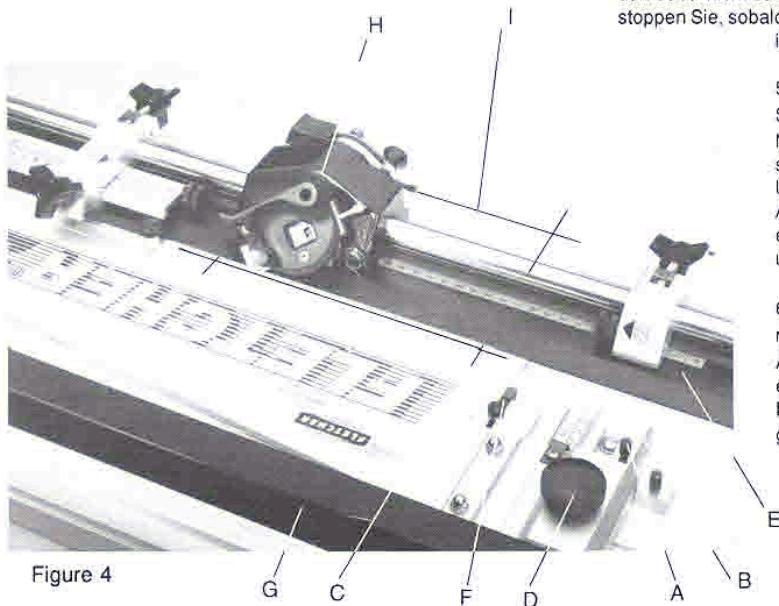

Figure 4
1. Use the **LOCATOR PIN (A)** and **MAT GAGE** whenever possible. It will assure precise mat borders and is more accurate than reading a scale.
2. As an example, we will cut a single 8" x 10" (200mm x 250mm) mat with 2" (50mm) borders. Place the **LOCATOR PIN** in the 2" (50mm) hole in the **MAT GUIDE SLIDE (B)**. Slide the **MAT GUIDE (C)** to the right until it rests against the **LOCATOR PIN**. Tighten the **LOWER LOCKING KNOB (D)** first, then the **UPPER LOCKING KNOB** on the **LOCKING STRAP**. Always tighten them in this sequence. The **LOWER LOCKING KNOB** squares the **MAT GUIDE** as it is tightened. If you tighten the **UPPER LOCKING KNOB** first, the **MAT GUIDE** will not be squarely located.
3. Place a pre-sized mat upside down under the **CLAMP (E)** and slide it to the left against the **MAT GUIDE**, and down to rest against the **MAT STOP (F)**. Draw a pencil line along the left edge of the **CLAMP** starting and stopping about 1" (25mm) from the edges. Rotate the mat 90 degrees and draw the line again. Repeat until all four sides are penciled (**I**).
4. Exert downward pressure on the **CLAMP HANDLE (G)** and slide the **HEAD (H)** in position so the blade will enter the mat about 1/8" (3mm) beyond the upper horizontal pencil line. Rotate the bevel blade into the mat while holding the **CUTTING HEAD** still. Pull the cutting head toward you and stop when the blade has passed the lower pencil line about 1/8" (3mm). Rotate the blade out of the mat.
5. Repeat this cut three times, rotating the mat 90 degrees each time. Remove the mat, turn it over and inspect the corners. A very slight overcut is required to completely separate the "fall out". Undercutting is undesirable. Change your starting and stopping positions if necessary. See Figure 4.
1. Utilisez la **TIGE DE PLACEMENT (A)** et la **JAUGE D'ENCADREMENT** lorsque c'est possible. Cette technique est plus précise que de lire une règle et vous donnera des rebords d'encadrement plus précis.
2. Pour illustrer, nous allons couper un encadrement simple de 8 pouces (200 mm) par 10 pouces (250mm) avec des rebords de 2 pouces (50 mm). Placez la **TIGE DE PLACEMENT** dans le trou de 2 pouces (50 mm) qui se trouve dans le **GLISSOIR DU GUIDE D'ENCADREMENT (B)**. Faites glisser le **GUIDE D'ENCADREMENT (C)** vers la droite jusqu'à ce qu'il repose contre la **TIGE DE PLACEMENT**. Serrez tout d'abord le **BOUTON INFÉRIEUR DE VERROUILLAGE (D)** et ensuite le **BOUTON SUPÉRIEUR DE VERROUILLAGE** sur la **COURROIE DE VERROUILLAGE**. Verrouillez-les toujours dans cet ordre. Le serrage du **BOUTON INFÉRIEUR DE VERROUILLAGE** place le **GUIDE D'ENCADREMENT** à angle droit. Si vous commencez par serrer le **BOUTON SUPÉRIEUR DE VERROUILLAGE**, le **GUIDE D'ENCADREMENT** ne sera pas placé à angle droit.
3. Posez un encadrement prémesuré à l'envers sous la **BRIDE DE FIXATION (E)** et glissez-le vers la gauche contre le **GUIDE D'ENCADREMENT** et vers le bas pour qu'il repose contre le **TAQUET D'ENCADREMENT (F)**. Tirez un trait au crayon le long du côté gauche de la **BRIDE DE FIXATION**. Ce trait commencera et s'arrêtera à 1 pouce (25mm) des rebords. Faites tourner l'encadrement de 90 degrés et tirez de nouveau un trait. Répétez l'opération sur les deux autres côtés. (I)
4. Appuyez vers le bas sur la **POIGNEE DE LA BRIDE DE FIXATION (G)** et glissez la **TÊTE (H)** de manière à ce que la lame pénètre dans l'encadrement environ 1/8 de pouce (3 mm) au delà du trait horizontal supérieur. Tournez la lame de biseautage dans l'encadrement tout en empêchant la **TÊTE DE COUPE** de bouger. Ramenez la tête de coupe vers vous et arrêtez-la lorsque la lame dépasse le trait inférieur d'environ 1/8 de pouce (3 mm). Faites pivoter la lame hors de l'encadrement.
5. Répétez cette opération trois fois en faisant tourner l'encadrement de 90 degrés à chaque fois. Retirez l'encadrement, retournez-le et examinez les coins. Il est nécessaire de faire une surcoupe très légère pour séparer l'encadrement des chutes. Il faut éviter de ne pas assez couper. Changez vos positions de départ et d'arrêt le cas échéant. Consultez la figure 4.
1. Use la **CLAVIJA FIJADORA (A)** y el **MEDIDOR DE REBORDE** siempre que sea posible hacerlo. Esto asegurará que se formen rebordes precisos, y es un procedimiento más preciso que el leer una escala.
2. Como ejemplo, cortaremos una sola lámina de 8" x 10" (200 mm x 250mm), con rebordes de 2" (50 mm). Coloque la **CLAVIJA FIJADORA** en el agujero de 2" (50mm), en el **DESIZADOR DE GUÍA DEL REBORDE (B)**. Deslice la **GUÍA DEL REBORDE (C)** hacia la derecha hasta que esté en contra de la **CLAVIJA**. Apriete el **CIERRE INFERIOR (D)** primero, y luego **CIERRE SUPERIOR**, ajustándolas a la **TIRA DE CERRADO**. Siempre apriételas en ese orden. La **PERILLA DE CIERRE INFERIOR** pone a escuadra la **GUÍA DEL REBORDE** al ser apretada. Si aprieta primero la **PERILLA DE CIERRE SUPERIOR**, la **GUÍA DEL REBORDE** no quedará a escuadra.
3. Coloque un reborde pre-medido al revés, bajo la **PLETINA (E)**, y deslícelo hacia la izquierda, contra la **GUÍA DEL REBORDE**, y hacia abajo, quedando firmemente colocado contra el **TOPE DEL REBORDE (F)**. Trace una línea con un lápiz a lo largo del borde izquierdo de la **PLETINA**, comenzando y terminando a aproximadamente 1" (25mm) de los bordes (25mm). Rote el material de reborde 90 grados, y trace nuevamente la línea. Repita el proceso hasta que los cuatro lados estén demarcados. (I)
4. Empuje hacia abajo la **BARRA DE SUJECION (G)** y deslice al **CABEZAL (H)** colocándolo en su lugar, de modo que la cuchilla entre el material a aproximadamente 1/8" (3 mm) más allá de la línea horizontal superior, trazada con lápiz. BAJE la cuchilla biselada, aplicándola contra el material, mientras mantiene quieto el **CABEZAL DE CORTE**. Tire el cabezal de corte hacia Ud. y deténgalo cuando la cuchilla haya pasado la línea inferior trazada con lápiz, una distancia de aproximadamente 1/8" (3 mm). Suba la cuchilla, sacándola del material.
5. Repita este corte tres veces, rotando el material 90 grados cada vez. Quite el reborde, délo vuelta e inspeccione las esquinas. Un sobrecorte muy pequeño es requerido para separar completamente el material del resto de la materia prima. Es indeseable efectuar un sub-corte (cortar demasiado poco). Cambie su posición inicial y la final, de ser necesario. Vea la ilustración 4.